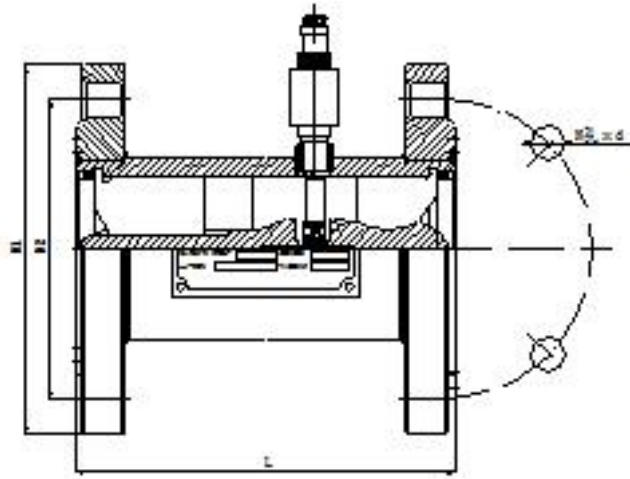

图 4-3 DN40~300 外形
c). 公称通径 DN40~300 的涡轮流量传感器(见图 4-3, 表 4-3)